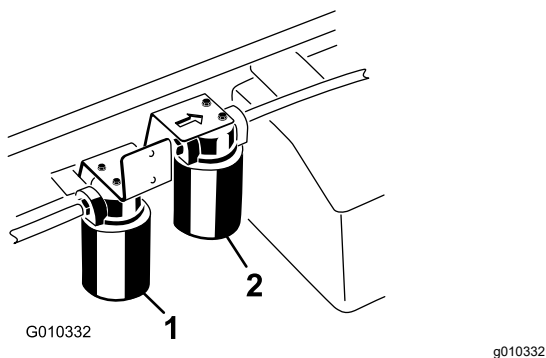

図 72
5. フィルタの下に廃油受けを置いてフィルタを外す 図 72。